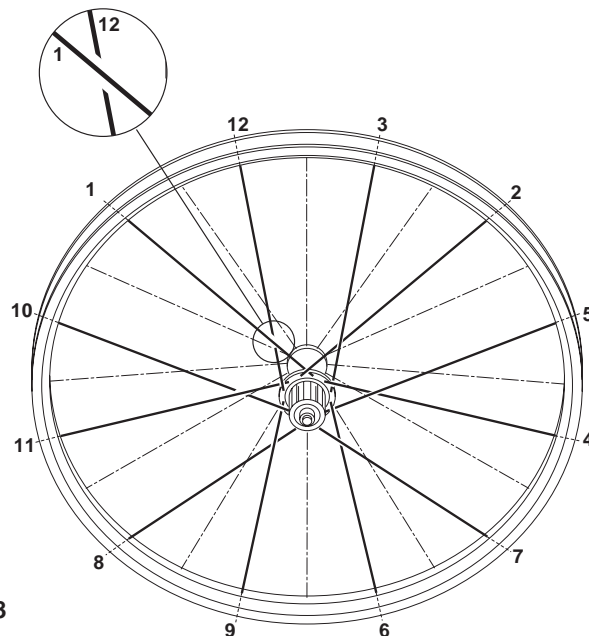

Fig. 48
- **Attenzione:** nelle ruote Nucleon ed Electron l'ultimo raggio che si monta sul lato ruota libera deve essere fatto passare sotto al primo (Fig. 48).
- **Caution:** on Nucleon and Electron wheels, the last spoke to be fitted on the freewheel side must pass under the first spoke (Fig. 48).
- **Wichtig:** bei den Nucleon und Electron Lauf-rädern muß die Speiche, die als letzte auf der Seite des Freilaufkörpers montiert wird, unter die erste Speiche geführt werden (Abb. 48).
- **Attention:** pour les roues Nucleon et Electron, le dernier rayon monté sur le côté roue libre doit passer sous le premier (Fig. 48).
- **Atención:** en las ruedas Nucleon y Electron el último radio que se monta en el lado de la rueda libre hay que hacerlo pasar debajo del primero (Fig. 48).
- **Attentie:** bij Nucleon en Electron wielen dient de laatste te monteren spaak de eerste spaak te kruisen (fig. 48).